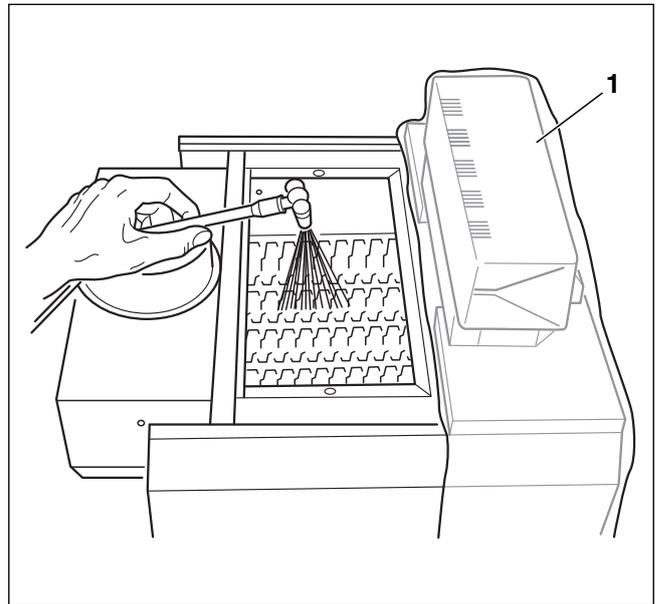

Рис. 40 Влажная чистка котла
- ▶ Накрыть систему управления пленкой (→ рис. 40, [1]). Не допускать попадания аэрозольного тумана в систему управления.
- ▶ Сверху распылить равномерно чистящее средство в газоотводящих каналах (→ рис. 40).